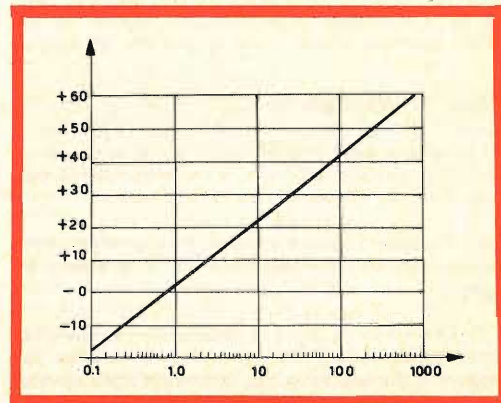

Fig. 17 - Grafico di conversione in dB di qualsiasi valore efficace di tensione c.a.
Allo scopo di evitare l'accavallamento delle scale impiegate di frequente in strumenti del genere, nel voltmetro a valvola mod. 232 (249) non è stata tracciata sul quadrante una scala dei dB. Un'altra ragione della volontaria omissione sta nel fatto che nella pratica sono in uso molti livelli di riferimento, tra loro diversi, ed ogni livello richiede una scala diversa. La fig. 17 riporta il grafico di un livello di riferimento comunemente accettato: 0,775 V nominali attraverso un carico resistivo di 600 Ω (1 mW). Con il grafico, qualsiasi valore efficace di tensione c.a. può essere convertito in dB. Però va ricordato che i valori in dB rilevati dal grafico sono corretti solo a condizione che le tensioni siano state misurate su un carico resistivo di 600 Ω.